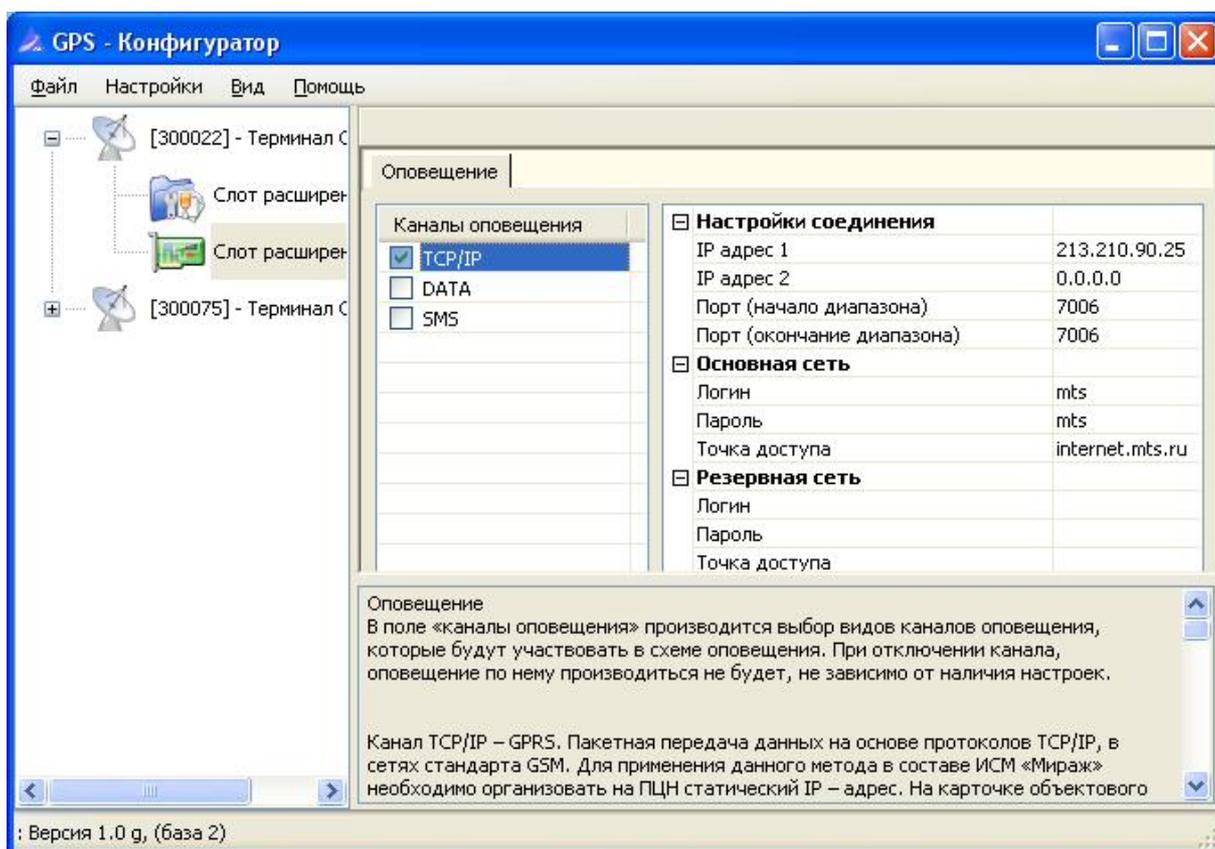

Рис. 12 – Настройка параметров оповещения канала GSM
- Заполнить следующие поля (см. рис. 12).